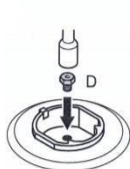

Figura 12.2
Instale el inyector (D) a convertir como se muestra en la Figura 12.2. (ver Tabla 1).